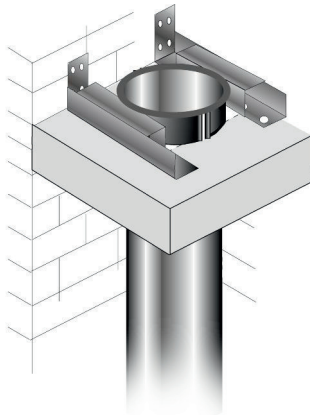

Abb. 2
- Verschrauben Sie das Abfüllrohr lose mit dem Auflagerahmen (Abb. 2).